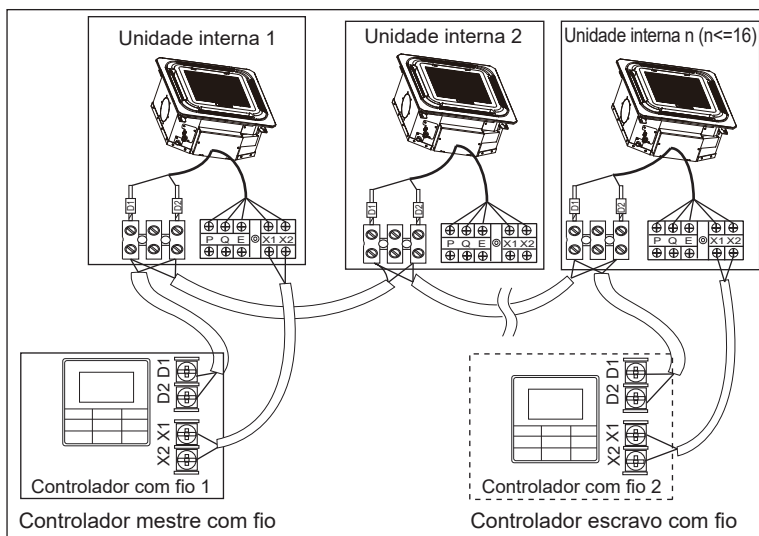

Figura 42
- Use um controlador com fio para controlar várias unidades internas ou dois controladores com fio (um controlador mestre e um escravo) para controlar várias unidades internas (consulte a Figura 42);